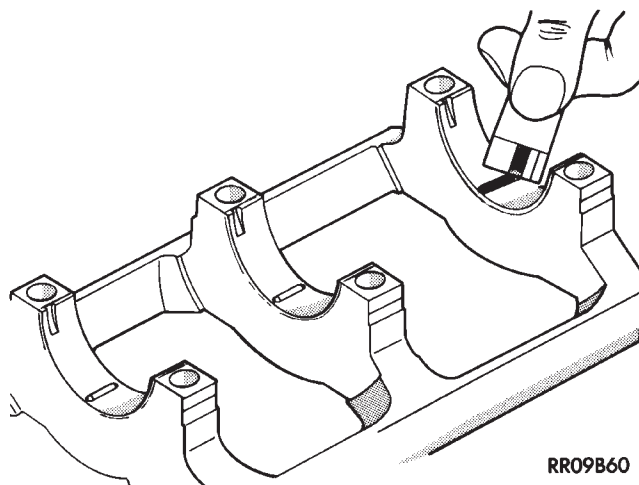

Fig. 16 Medición de la luz
(5) Retire con cuidado la tapa de cojinete y mida el ancho de la galga descartable en la parte más ancha, usando la regla que viene en el envoltorio de la galga (Fig. 16). Para informarse sobre la holgura correcta, consulte el Cuadro de especificaciones del cigüeñal. Asimismo, consulte Medición de luz de cojinete de biela y luz de cojinete principal en Procedimientos convencionales de servicio.